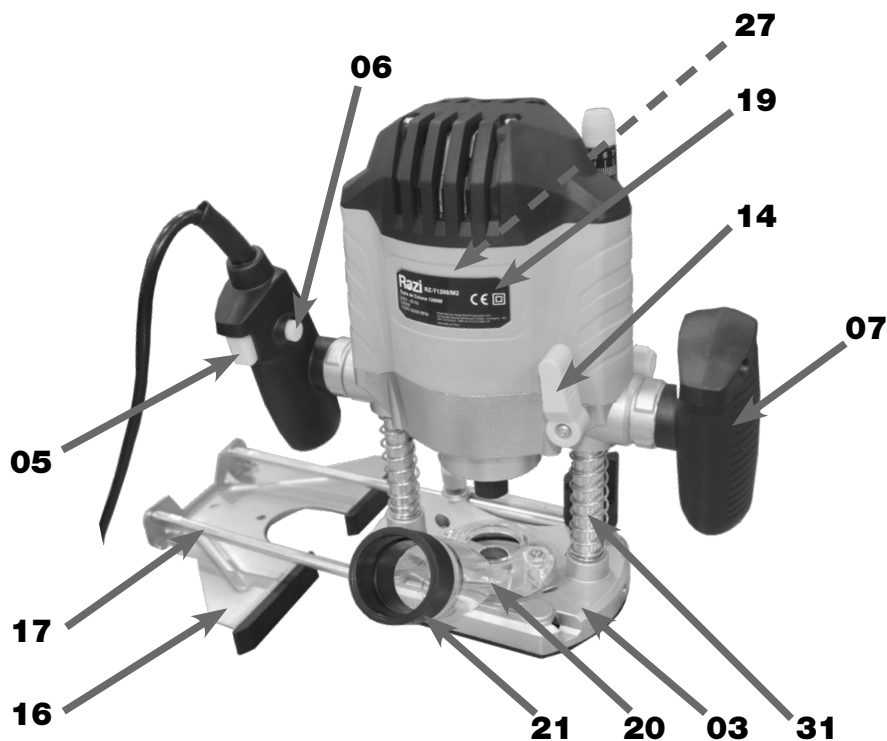

FIGURA 03 – Vista Geral Traseira
Na Empunhadura (07) se encontra o Interruptor Liga/Desliga (05) e a Trava de Segurança do Interruptor (06), para segurança durante a operação o Interruptor (05) não pode ser acionado sem ser pressionada a Trava de Segurança (06), ambos devem ser pressionados ao mesmo tempo (figura 03).
A Guia Paralela (16) é fixada na Tupia de Coluna (01) para realizar trabalhos de corte retos e que necessitam de precisão (figura 03).
A Plaqueta de Identificação (19) localizada na parte traseira da Carcaça (02) contém informações sobre a Tupia de Coluna (01) (figura 03).